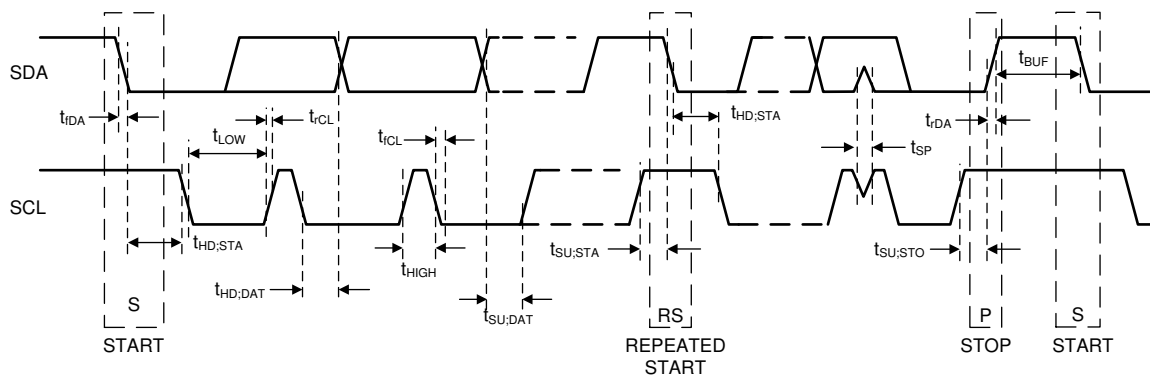

图 6-1. I²C 时序
(1) 有关时序图的信息, 请参阅图 6-1。
(2) C_b 指一条总线的电容。 C_b 以 pF 单位表示。